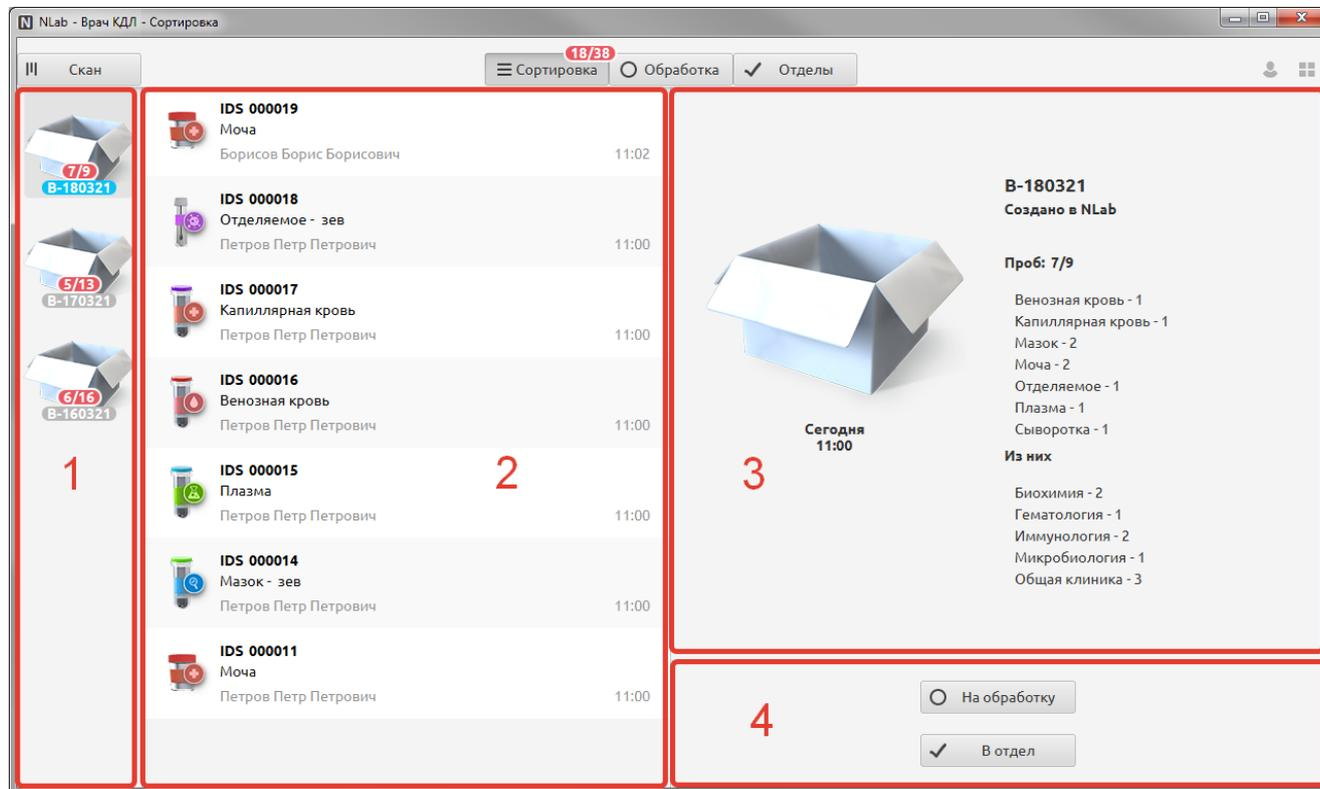
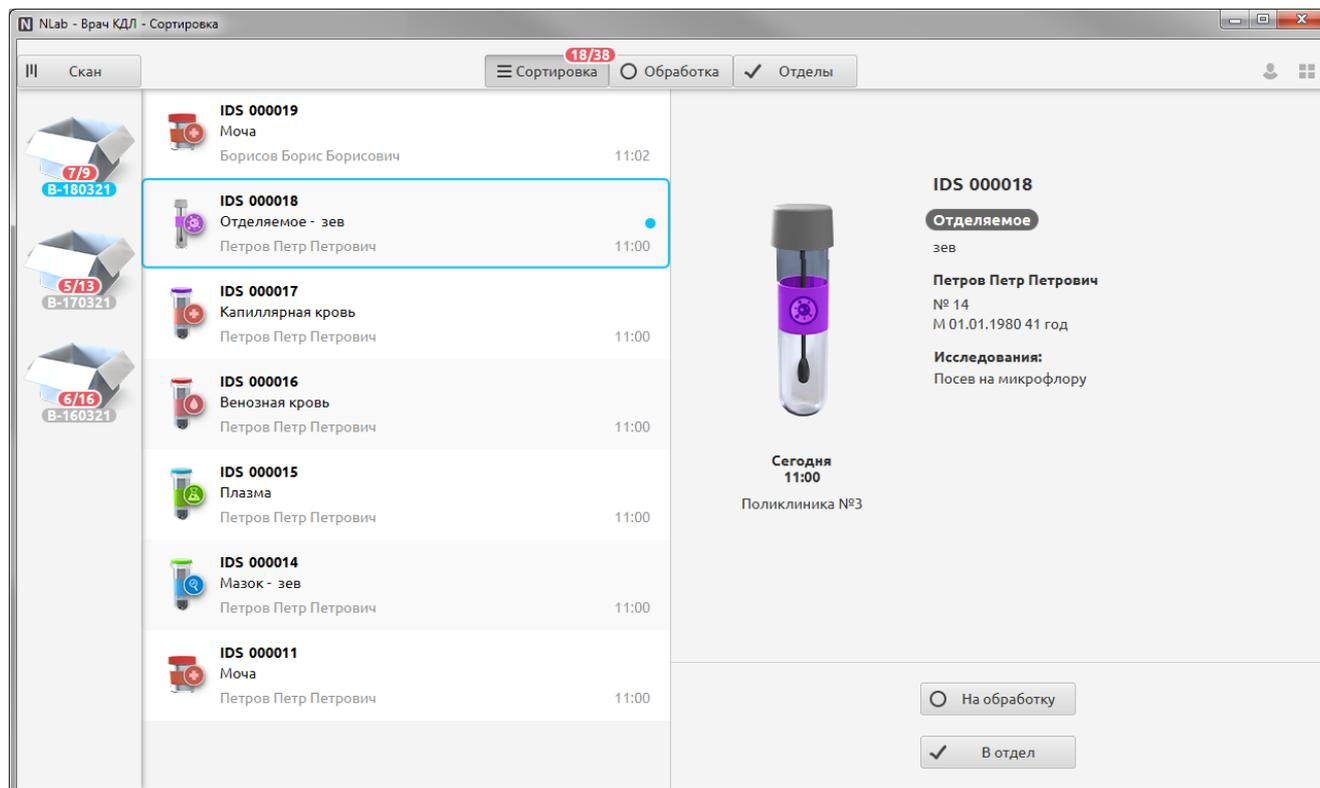

Рис. 17
Рис. 18
Основной экран раздела «Сортировка» (с открытым подразделом «Сортировка») показан на Рис. 17 (выделена вся коробка) и Рис. 18 (выделен один биоматериал в составе коробки).
1. Левый блок (вертикальная панель) (№1 на Рис. 17) – отображает информацию о транспортных контейнерах (коробках). У всех коробок отображается транспортировочный штрих-код.
2. Центральный блок (№2 на Рис. 17) – отображает список биоматериалов, которые поступили в транспортном контейнере.
3. Правый блок (№3 на Рис. 17) - отображает подробную информацию о выбранном объекте – биоматериале или транспортном контейнере.
4. Правый нижний блок (№4 на Рис. 17) – отображаются кнопки «На обработку» и «В отдел».
Нажмите кнопку  Сканирование в левой вертикальной панели раздела «Сортировка» (Рис. 17) и считайте штрих-код транспортного контейнера или штучного биоматериала.